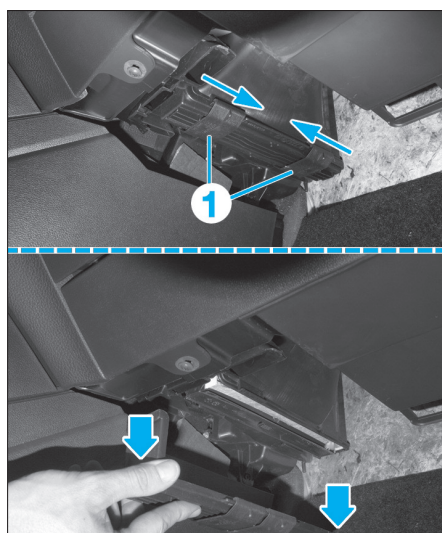

FIG. 1
- Comprimer les crantages (1) (Fig.1).